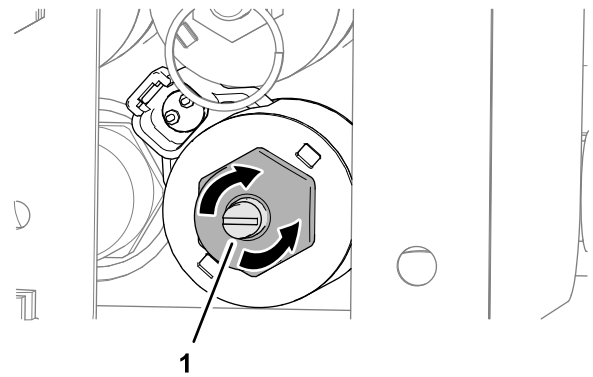

Figura 37
1. Ruotate la vite a testa esagonale del sistema di esclusione della valvola in senso orario per aumentare la velocità del piano (Figura 37).